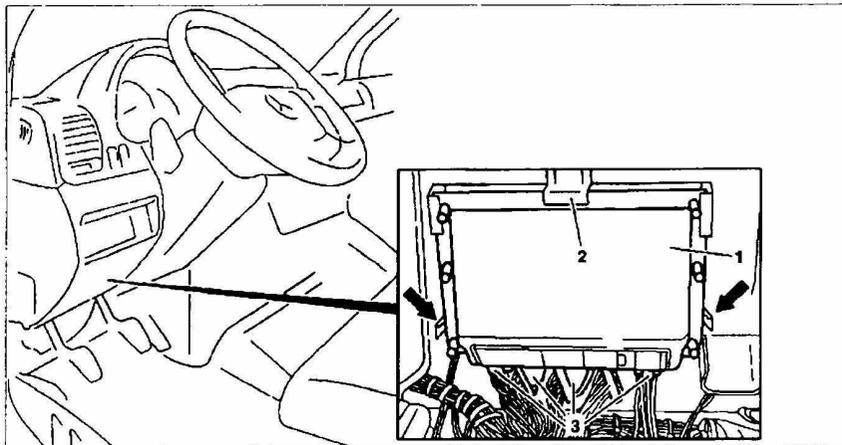

Рис. 30. Снятие и установка блока управления системой впрыска CDI: 1 – Блок управления системой впрыска CDI; 2 – Кронштейн; 3 – Разъемы проводки.
2. Отсоедините разъемы проводки **3** от блока управления CDI **1** (рис. 30). Блок управления CDI расположен слева от рулевой колонки.